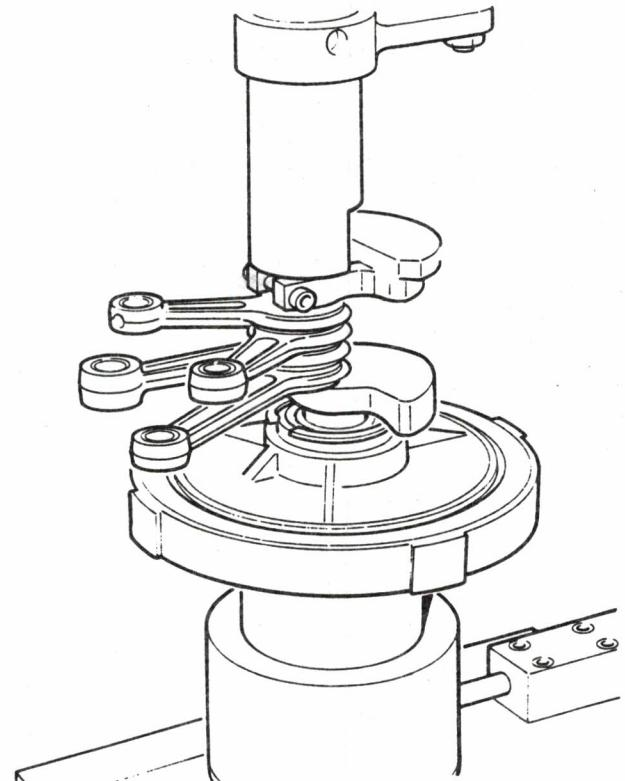

Bild 27 Lagerdeckel einpressen
- Montagehülse (1/12) auf die Kurbelwelle schieben, um eine Beschädigung des Rollenlagers im Lagerdeckel beim Einführen der Kurbelwelle in den Lagerdeckel zu vermeiden. Triebwerk mit Aufnahmeverrichtung (1/10) in die Presse einsetzen und Lagerdeckel einpressen (Bild 27). Montagehülse nach dem Einpressen von der Kurbelwelle entfernen.